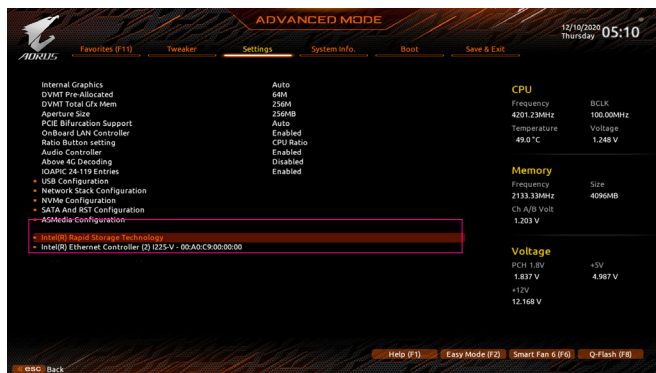

図 2
システムの再起動後、再度 BIOS セットアップに入ります。続いて **Settings** | **I/O Ports** | **Intel(R) Rapid Storage Technology** サブメニューに入ります (図 2)。